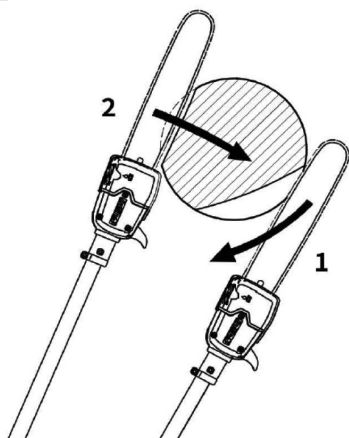

Рис. 24
Чтобы избежать зажима шины на более толстых ветках, обязательно начинайте пропил с нижней стороны ветки 1 (рис. 24). Затем выполните пропил (2).